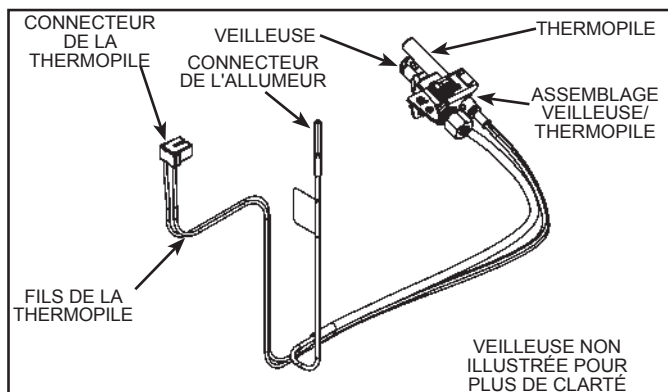

Figure 36
5. Soulevez l'assemblage de la veilleuse/thermopile (y compris le fil de l'allumeur) de l'assemblage du collecteur (voir Figure 36).